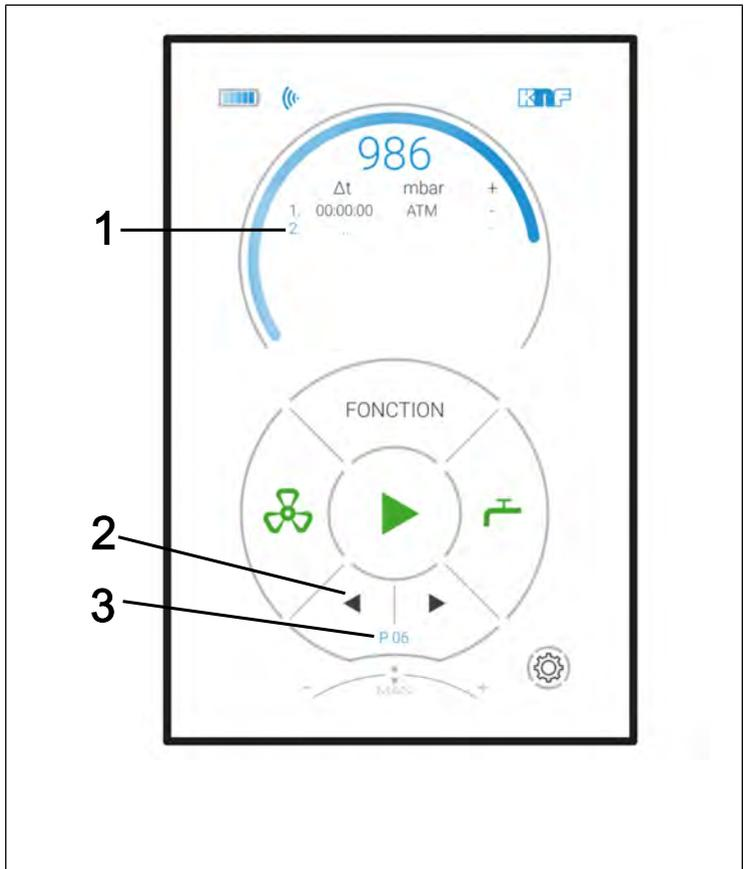

Fig.21: Menu en mode de fonctionnement Fonction
Sélection de lignes (voir Fig. 21):
→ Appuyer sur la touche de sélection du tableau de points de repère (flèche dans le Fig. 21/2) et sélectionner le tableau de points de repère souhaité.
**i** Il est possible d'enregistrer jusqu'à 10 tableaux de points repère différents et de les rappeler en cas de besoin. Le chiffre à l'écran (Fig. 21/3) indique le tableau de points de repère actuellement sélectionné.